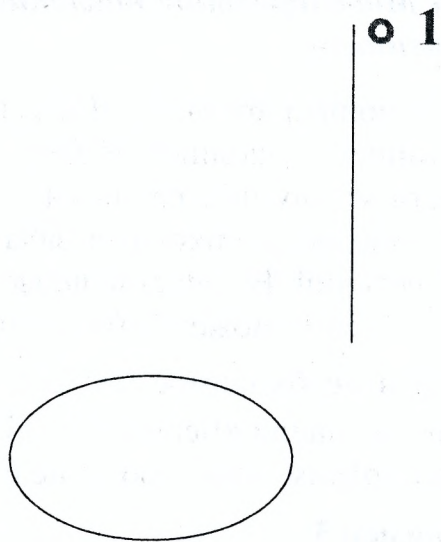

Рисунок 16 – Подготовка к построению модели наклонного конуса
1. Для построения модели используем горизонтальную проекцию. Переключаем вид «ЮЗ-изометрия». Из вершины конуса восстанавливаем перпендикуляр на высоту конуса (100) (рис.16, а). Удаляем лишние линии. На вершине перпендикуляра с помощью команды «Точка» устанавливаем точку (на месте точки 1 на рис. 16, б).